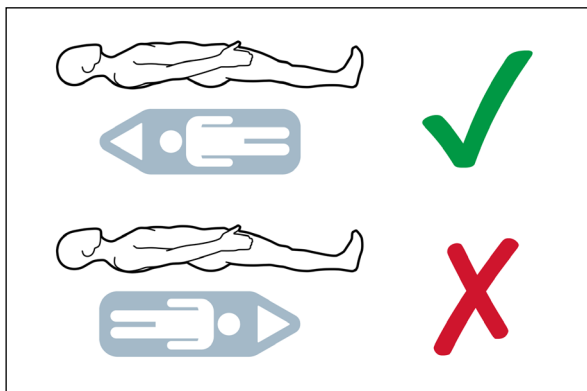
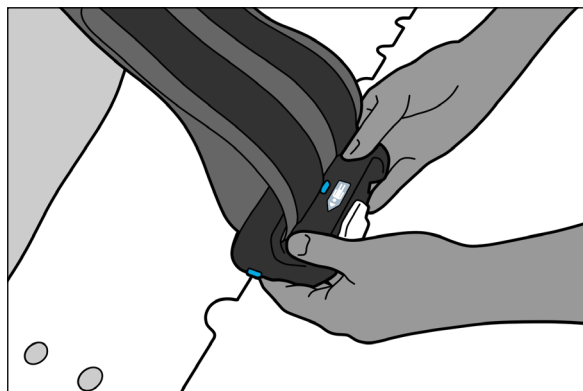

Fig. 5
Fig. 6
4. Asigurați-vă că maneta clemei Zifix este în poziție deblocată și că aceasta este orientată corect, potrivit direcția etichetei cu direcția superioară și inferioară a pacientului (Fig. 5). Apoi, glisați ferm clema pe marginea dispozitivului până când este așezată complet (Fig. 6 și 7).